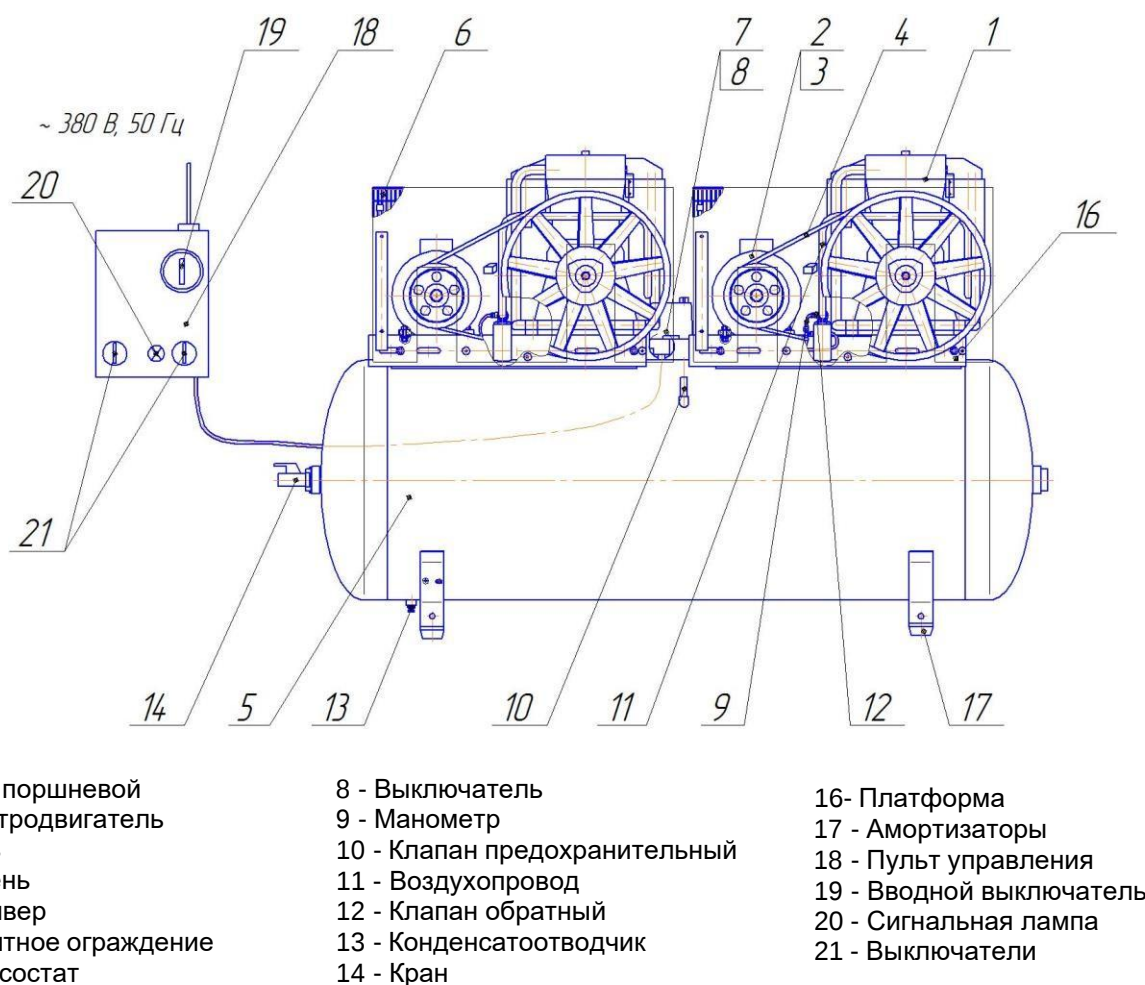

Рисунок 12 - Общий вид компрессора СБ4/Φ-500.AB858Т,
- В компрессорах СБ4/Ф-500.AB858T и СБ4/Ф-500.AB858T/16 переключите поворотные выключатели поз. 21, расположенные на пульте управления (см. рисунок 12), в положение "I".
- 18 - **Пульт управления** компрессоров СБ4/Ф-500.АВ858Т, СБ4/Ф-500.АВ858Т/16 обеспечивает поочередный пуск электродвигателей. Вводной выключатель поз. 19 (см. рисунок 12) предназначен для включения питания компрессора, сигнальная лампа поз. 20 указывает на готовность компрессора к работе, выключатели поз. 21 служат для отключения, в случае необходимости, одного из электродвигателей.